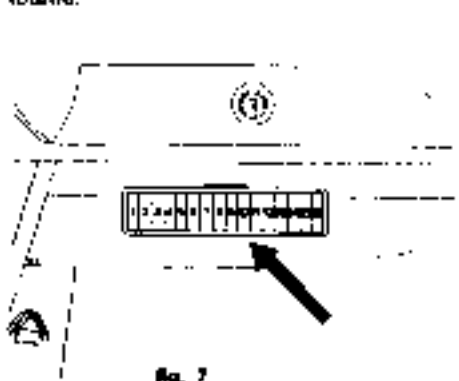

Fig. 7
- 13 - Boîte à valves (voir fig. 7).
- 13 - Fuse box (fig. 7).
VALVOLE (Fig. 7)
FUSIBLES (Fig. 7)
FUSES (Fig. 7)